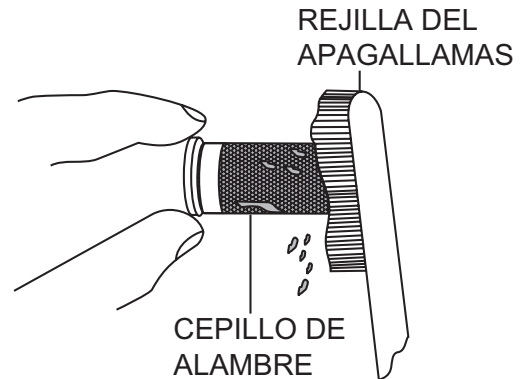

Figura 24. Limpieza del apagallamas
4. Quite con cuidado los depósitos de carbono de la rejilla del apagallamas (Figura 24) con un cepillo de alambre.